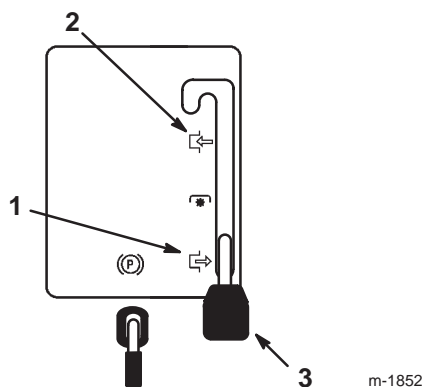

Figure 5
2. Mettez la commande de lame (PdF) en position embrayée (Fig. 5).
2. Mettez la commande de lame (PdF) en position débrayée (Fig. 5).
3. Mettez la commande de lame (PdF) en position débrayée (Fig. 5).